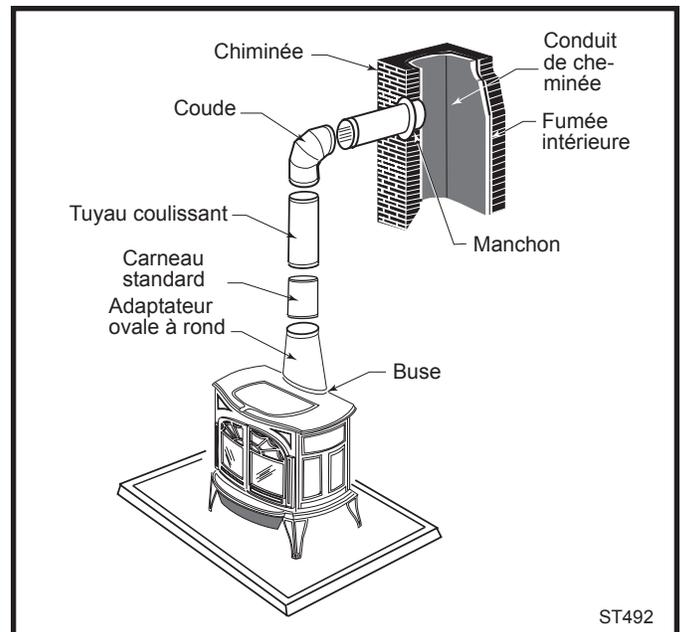

Fig. 5 Vue éclatée du raccordement à la cheminée dans une installation de maçonnerie autoportante.
- Fixez chaque joint entre les portions du raccord de cheminée, y compris les joints télescopiques, avec au moins trois (3) vis à tôle. Les trous prépercés dans la partie supérieure de chaque carneau servent de guide pour percer les trous de 3mm (1/8 po) dans le bas de la section suivante.
- Fixez le carneau à la cheminée. Des instructions pour diverses installations suivent : La figure 5 illustre le tracé générique des pièces du carneau.